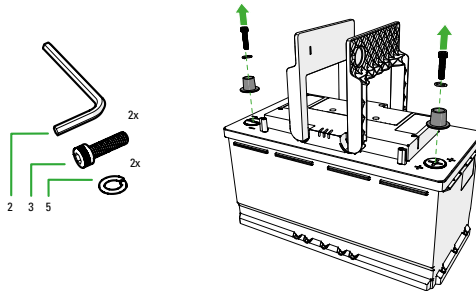

Bild 3
1. Ta bort batteripolerna. (Bild 3)